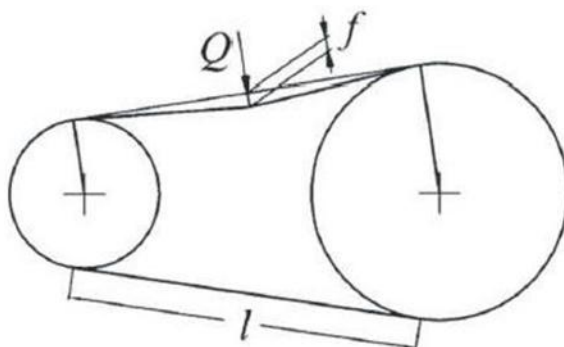

Рисунок 5-1: Эскиз, иллюстрирующий применение "метода прогиба" для контроля натяжения ремней с трапециевидным поперечным сечением и зубчатых ремней
При использовании "метода прогиба" необходимо измерить смещение (f), возникающее под действием силы (Q), действующей в центральной точке свободного участка ремня (l) перпендикулярно к нему. Для справки можно использовать Рисунок 5-1. Это смещение обычно составляет 1,5% длины свободного промежутка, на котором приложена сила. Величина прогиба и величина силы указаны в листке технических данных системы трансмиссии.